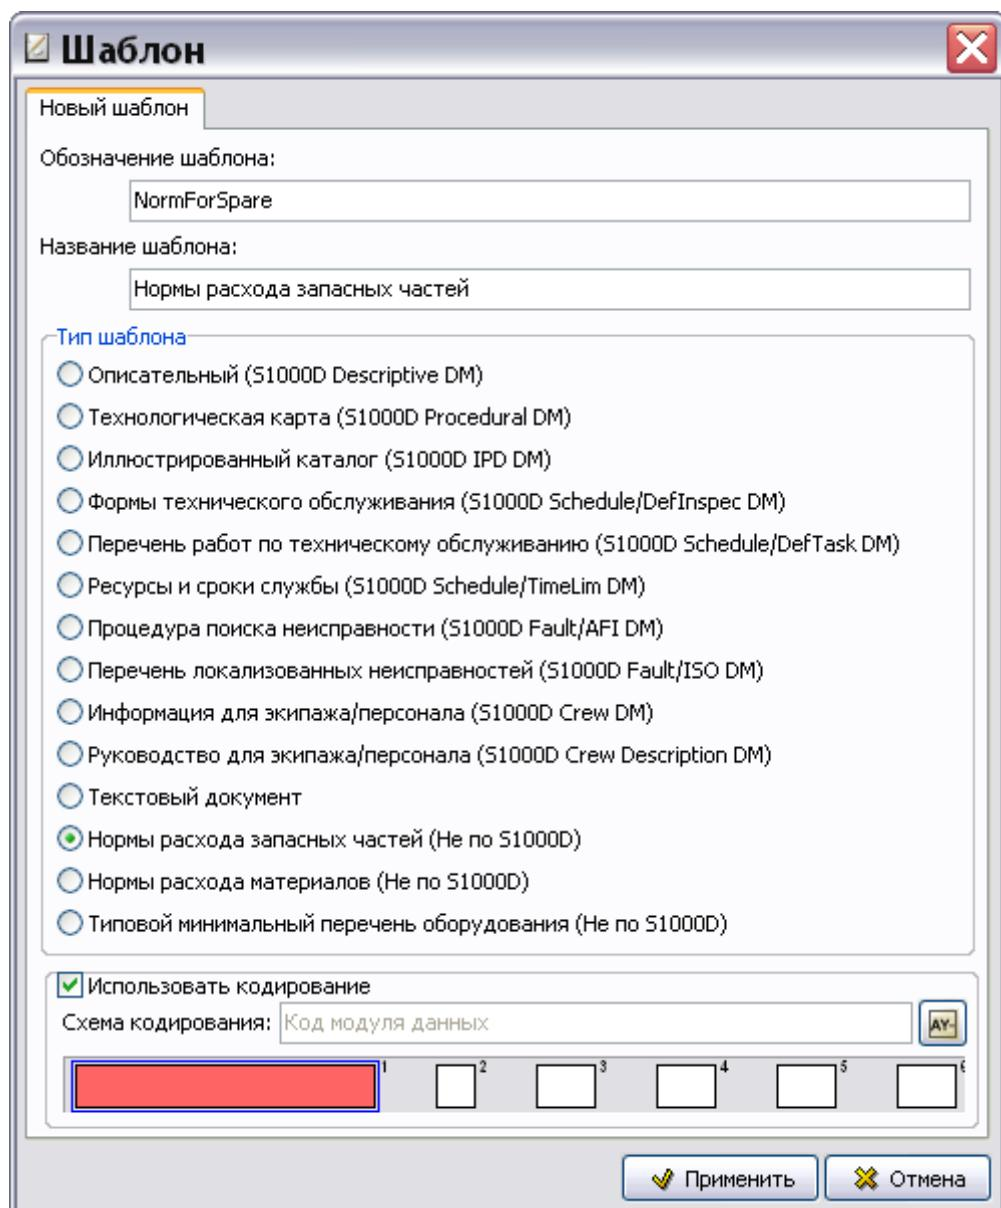

Рис. 3.63
- В диалоговом окне **Шаблон** введите обозначение шаблона – «NormForSpare» и название – «Нормы расхода запасных частей» (Рис. 3.63).